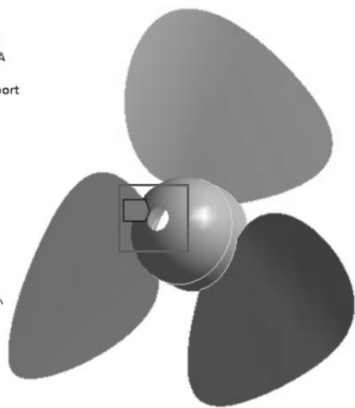

图 4-5 施加固定约束
(1) 在导航树上单击【Modal (A5)】。
(2) 施加约束：在标准工具栏中单击，然后选择风扇轴孔，接着在环境工具栏中单击【Supports】→【Fixed Support】，如图 4-5 所示。